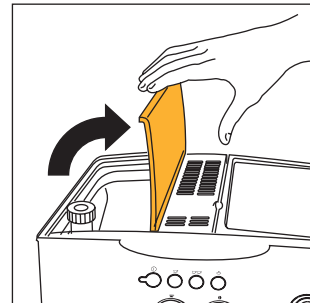

Fig. 2
- Åpne lokket til beholderen for kaffebønner (fig. 2).